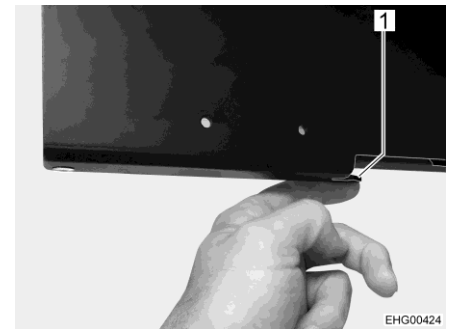

Bild 95 Schwenkmechanismus entriegeln
- Um den Flachbildschirm in gewünschte Position zu schwenken: Schwarzen Hebel (Bild 95,1) unten an der Auszugplatte drücken und Flachbildschirm schwenken.